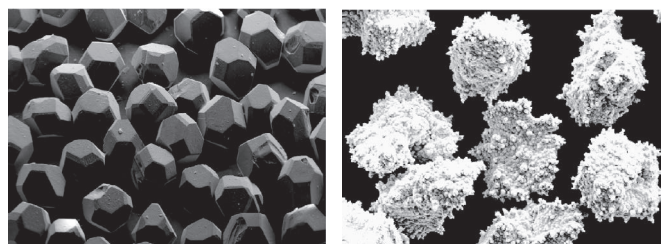

Рис. 5. Алмазы с разной степенью металлизации.
2) Одним из эффективных методов повышения износостойкости и производительности алмазного инструмента является **металлизация сверхтвердых материалов** (рис. 5), целесообразность которой доказана отечественной и зарубежной практикой. Закладывая алмазные зерна в металлическую оболочку и заполняя микротрещины, покрытия увеличивают их прочность, что приводит к повышению стойкости инструмента. Например, прочность алмазных зерен, покрытых никелем, возрастает на 22%. Степень металлизации зерен варьируется от 40% до 100% в зависимости от условий работы круга и вида операции шлифования. Степень металлизации 100% соответствует тому, что масса покрытия, нанесенного на единичное зерно алмаза или КНБ никеля равна массе этого зерна. Дополнительно покрытия защищают алмазную фазу от окисления при спекании в металлических связках, создают развитую поверхность, повышающую сцепление с матричным материалом, что активно используется при изготовлении кругов на орга-